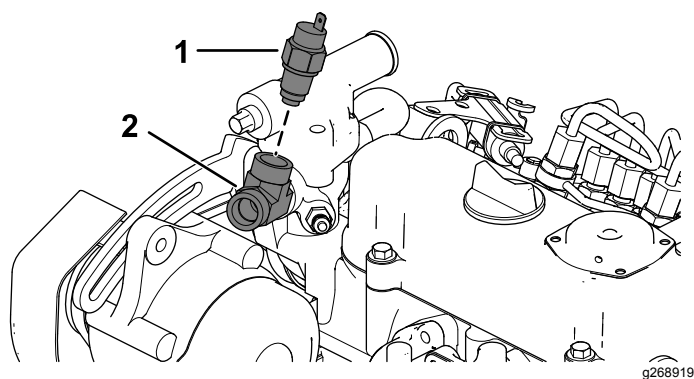

図 15
- B. 字フィッティングを取り付ける 図 15。
- C. 温度スイッチを取り付ける 図 15。